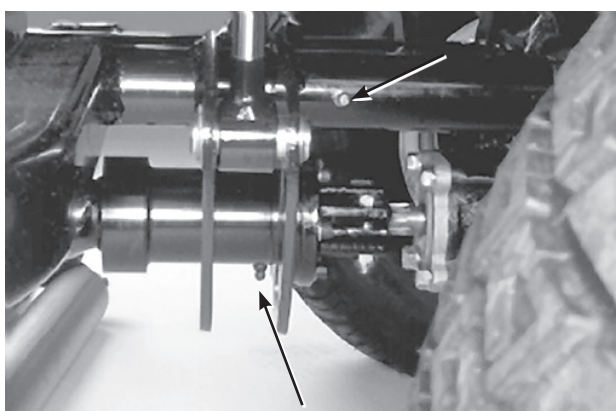

図 37
- ・ 後昇降アームのピボット (2ヶ所)、駆動シャフトのクラッチ (1ヶ所) (図37)